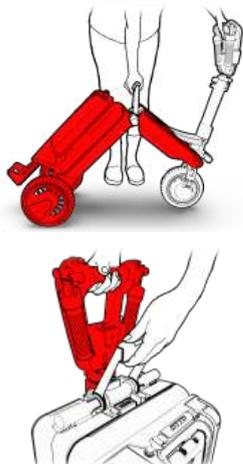

Figura 43
6. Utilizzare l'impugnatura principale per tirare il centro verso l'alto e verso l'asta (vedere la figura 43, passaggio 1) fino a quando non scatta e si blocca in posizione (vedere la figura 43, passaggio 2).